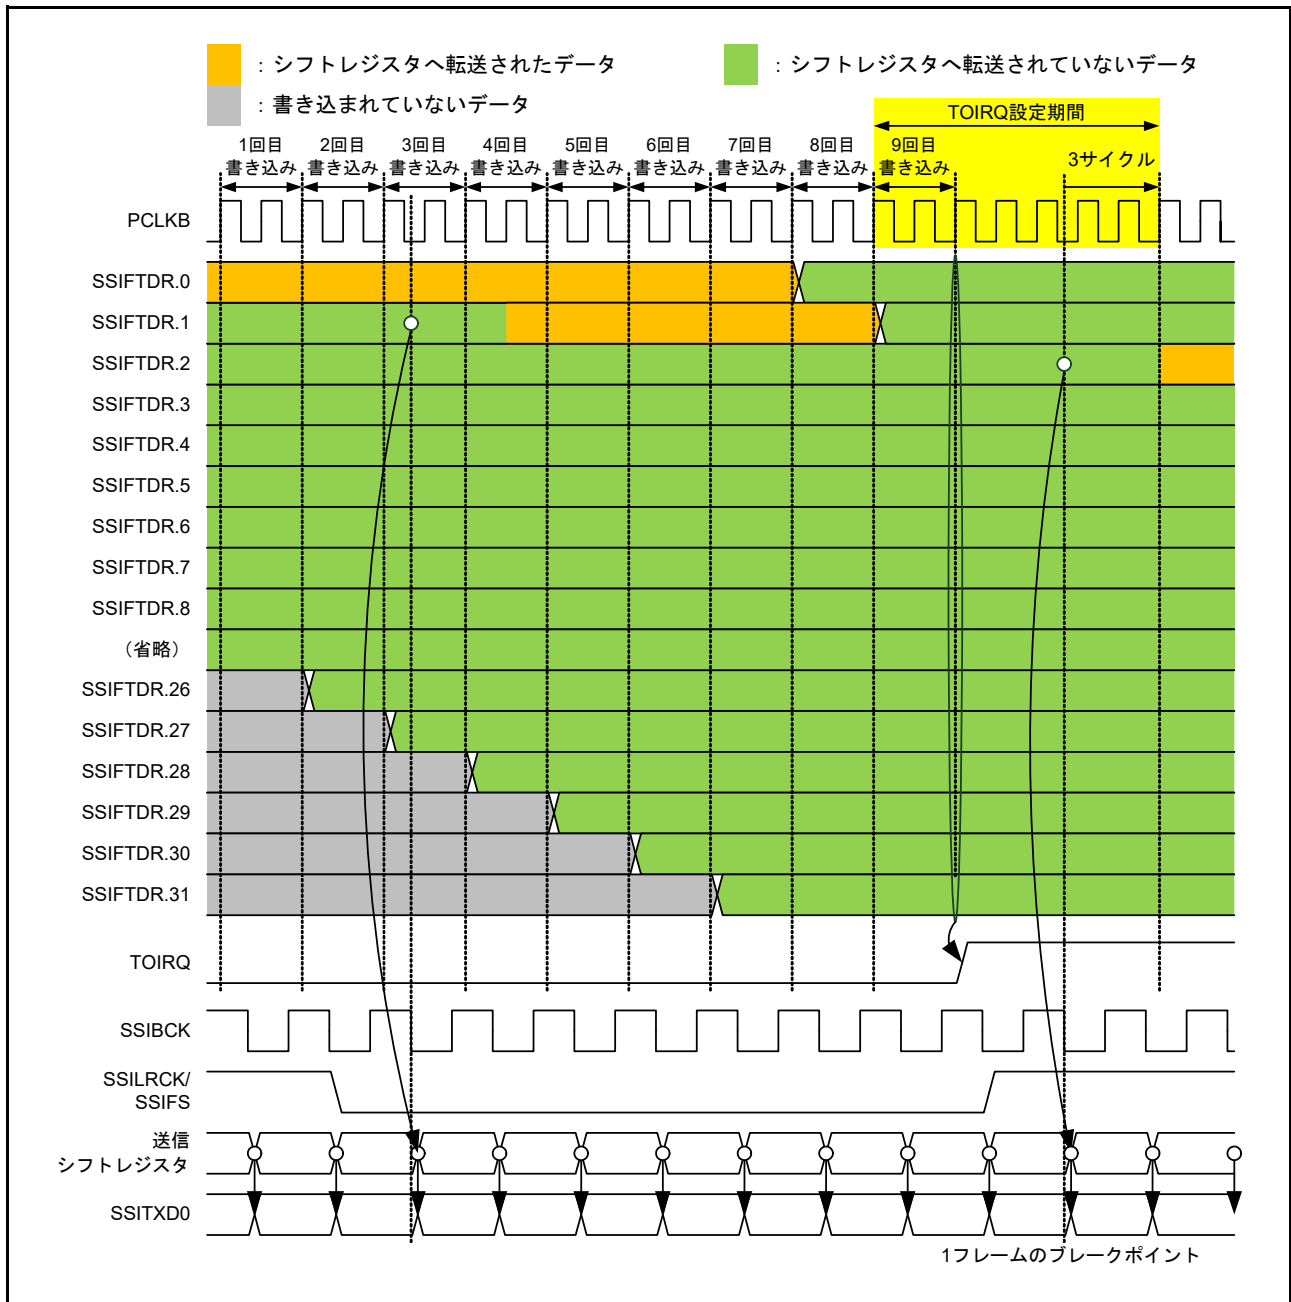

図 37.17 TOIRQ 設定タイミング
- SSIFTDR への書き込みが完了したとき。詳細は、図 37.17を参照してください。